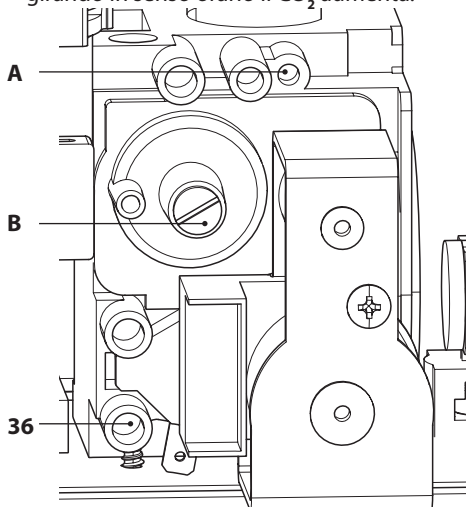

Figura 7.6
- A caldaia spenta (fuori servizio), controllare la pressione di alimentazione utilizzando la presa 36 in Figura 7.6 e confrontare il valore letto con quelli riportati nella tabella Pressioni di alimentazione gas nella sezione "Dati tecnici" pag. 28.
- Richiudere bene la presa di pressione 36 in Figura 7.6.
- Per tarare il **CO₂** della caldaia (pressione del gas al bruciatore) svitare completamente il tappo in ottone di protezione **B** e agire sulla vite a brugola Ø 4 mm sottostante Figura 7.6, girando in senso orario il **CO₂** aumenta.
- Se i due dati non coincidono agire sulla vite regolazione massimo RQ (**A** in Figura 7.6) della valvola gas e tarare il **CO₂** allo stesso valore riportato nella "Dati in sanitario" sezione "Dati tecnici M262MK.2025 SB" a pag. 28 e sezione "Dati tecnici M262MK.2530 SB" a pag. 32. Girando in senso orario il **CO₂** diminuisce.